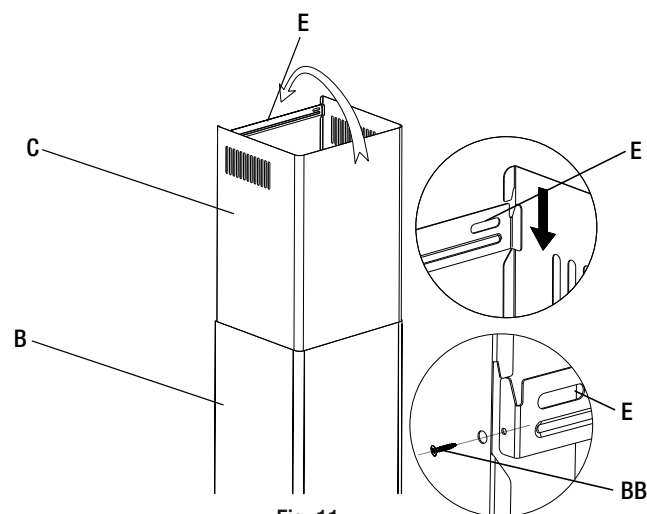

Fig. 11
- Faire glisser la cheminée supérieure (C) vers le haut et l'accrocher au support supérieur (E), comme illustré à la figure 11.
- Fixer les rallonges de la cheminée aux supports à l'aide des vis taraudeuses (BB) des deux côtés, comme illustré à la figure 11.